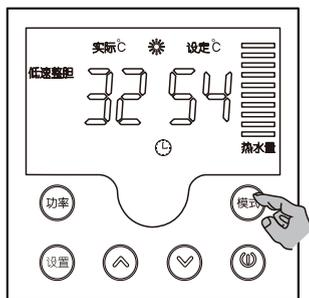

图 6
- ◆ 再次按“设置”键进入到定时模式的开机时间设置，此时定时图标和“开”字点亮（如图 6），按“上调”或“下调”键可设置定时模式开机时间，再次按“设置”键则进入定时模式的关机时间设置，按“上调”或“下调”键可设置定时模式关机时间。
- ◆ 按“模式”即可选择定时模式，同时相应的图标符号点亮，如图 6 所示。